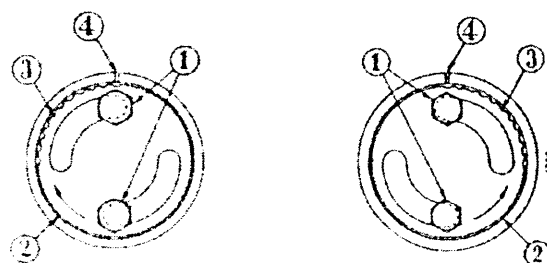

Bild 18
Die Stehbolzenmutter der Einstellexcenter (1), Bild 18, auf beiden Seiten des Getriebes lösen.